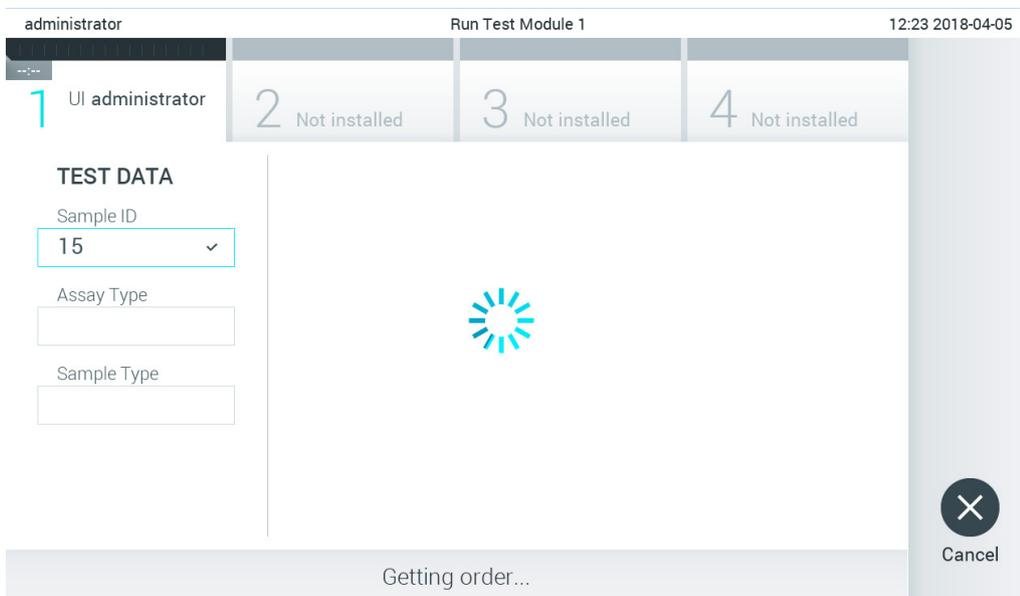

Figura 83. Visualización durante recuperación de una solicitud de prueba.
3. El identificador de muestra se enviará al host y, mientras el QIAstat-Dx Analyzer 1.0 espera una solicitud de prueba, aparecerá el mensaje "Getting order..." (Obteniendo solicitud; figura 83).